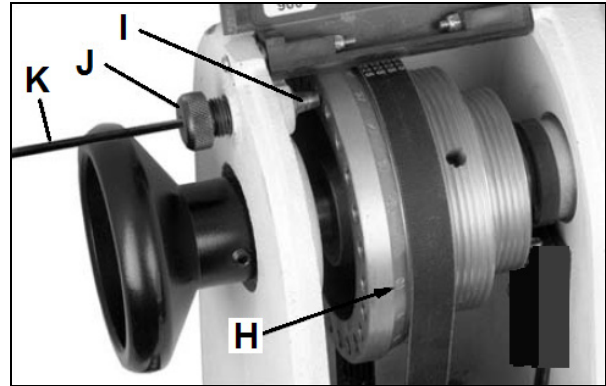

Fig 30
Die Teilung lässt sich durch Nummern an der Riemenscheibe (H, Fig 30) leicht zuordnen.
Schrauben Sie dazu den Indexierstift (J, Fig 30) in den Spindelstock. Bis er in einem der Löcher (I) gut festsetzt.